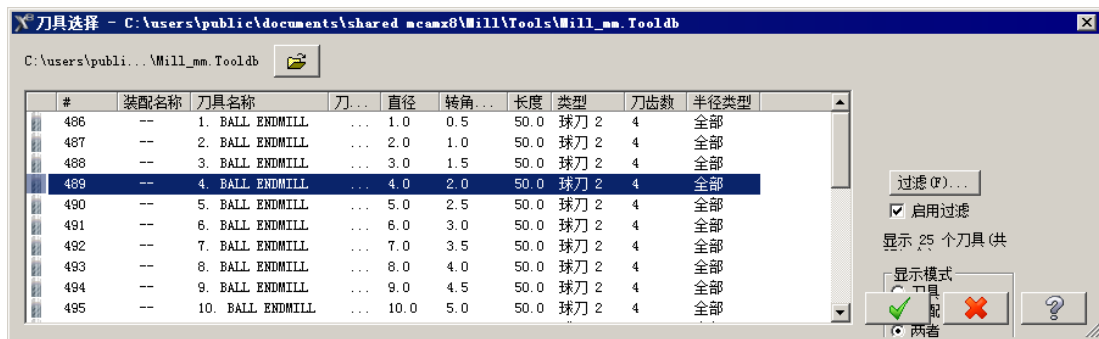

图 10.2.16 “刀具选择”对话框
Step4. 选择刀具。在“曲面精车-外形”对话框中单击 **选择库刀具...** 按钮, 系统弹出“刀具选择”对话框, 在该对话框的列表框中选择图 10.2.16 所示的刀具。单击 按钮, 关闭“刀具选择”对话框, 系统返回至“曲面精车-外形”对话框。